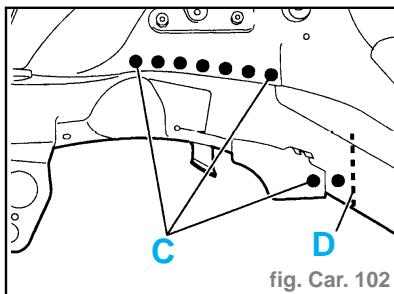

fig. Car. 102
- Souder par points bouchons au MIG (suivant C) (fig. Car. 102).